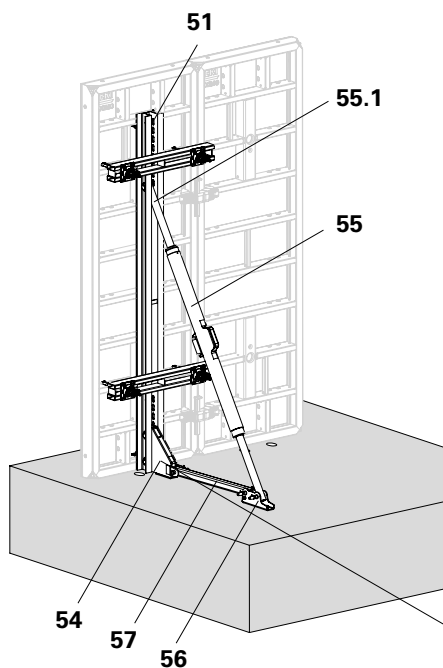

Fig. D1.01
3. Fissare la barra tirante SB-L (57) con un perno Ø 20 e un inserto a molla alla mensola di ancoraggio SB-L e alla piastra base.
4. Fissare il puntone di forza SLS (55) con il perno (55.1) e l'inserto a molla sul corrente di acciaio SRZ 245; eseguire il fissaggio con il perno e l'inserto a molla sulla piastra base (56). (Fig. D1.01 + D1.02)
6. Nella zona della mensola di ancoraggio disporre una base di appoggio (59) e fissare il contrafforte all'elemento, vedi D2 Collegamento ai sistemi.